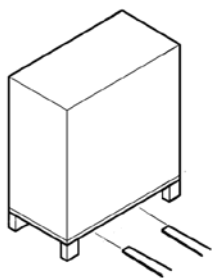

Рис. 23: Транспортировка при помощи
1. Подведите вилочный захват автопогрузчика, как показано на Рис. 23.